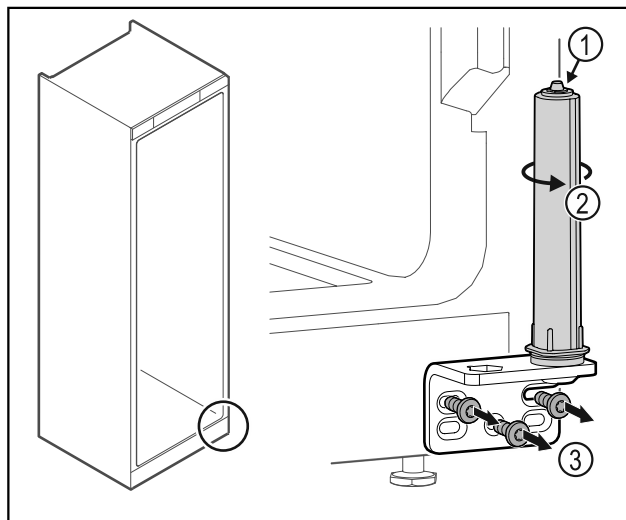

Fig. 32
- ▶ Не разглобявайте затварящата система на вратата Fig. 32 (1).
- ▶ Въртете затварящата система Fig. 32 (2), докато тя щракне.
- ▶ Развинтете ъгъла на пантата Fig. 32 (3).